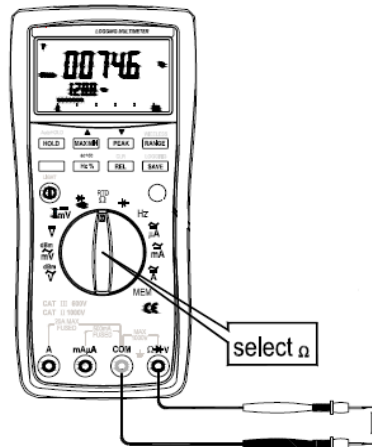

Рис. 16 Режим измерения сопротивления (**Ω**)
3. Подключить измерительные провода параллельно нагрузке (ИУ – **рис.16**).